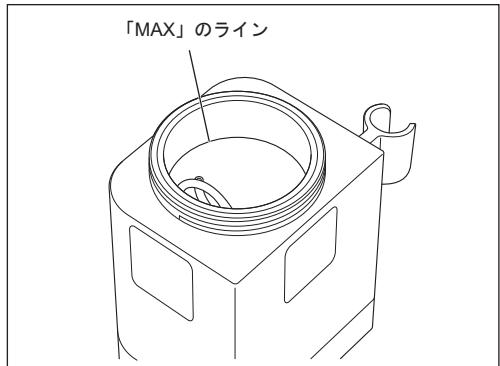

図26
- 1) 使用するモードにあったチャンバー、パウダーを選び、チャンバーの「MAX」のラインまでパウダーを入れてください（フラッシュパールで約80g、ペリオメイトパウダーで約50g入ります）（図26）。